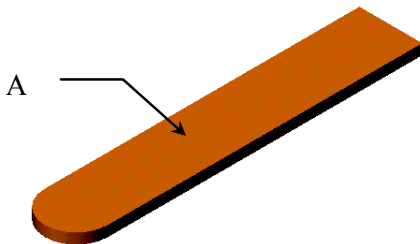

Рис. 4.3
1. Выбрать плоскость А (рис. 4.3).